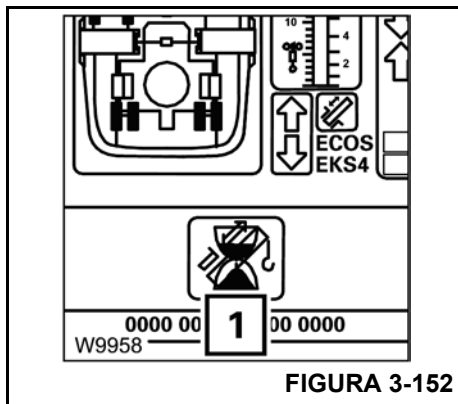

FIGURA 3-152
Se uma mensagem de “erro” (1) (Figura 3-152) estiver pendente, todos os elementos em operação serão desativados, consulte *Mensagens de erro do mecanismo telescópico*, página 3-41.